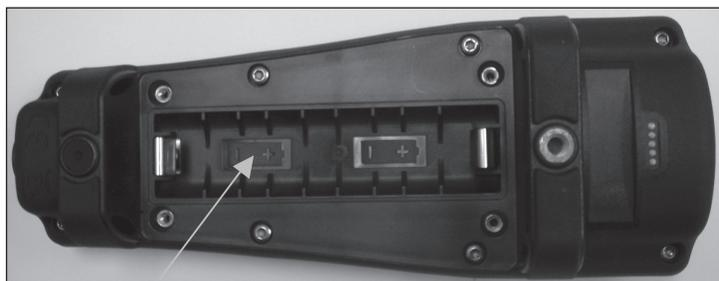

Figura 1. O instrumento Pro1030 com a tampa do compartimento das pilhas removida. Observar os símbolos das pilhas indicando as polaridades correctas.
- Instalar as novas pilhas, assegurando o alinhamento correcto da polaridade (Figura 1).